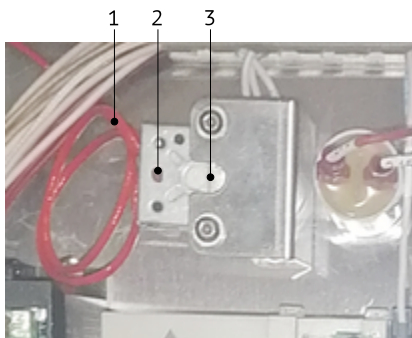

Рисунок 11
Термовыключатель (3) капиллярного типа находится в электрошкафу, см. Рис. 11. На корпусе термовыключателя находится кнопка возврата (2). С чувствительным элементом (баллоном), который находится в зоне ТЭНов, термовыключатель соединён капиллярной трубкой (1).